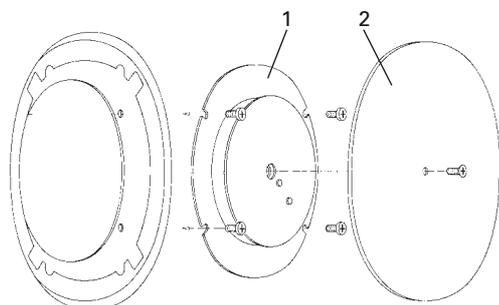

Fig. 13 Montare la flangia cieca posteriormente – VestoWIN Premium 200 / 202
4. Ruotare il coperchio interno in modo che la vite piccola sia rivolta indietro e avvitarlo. Avvitare la flangia cieca sul coperchio interno – fig. 13.